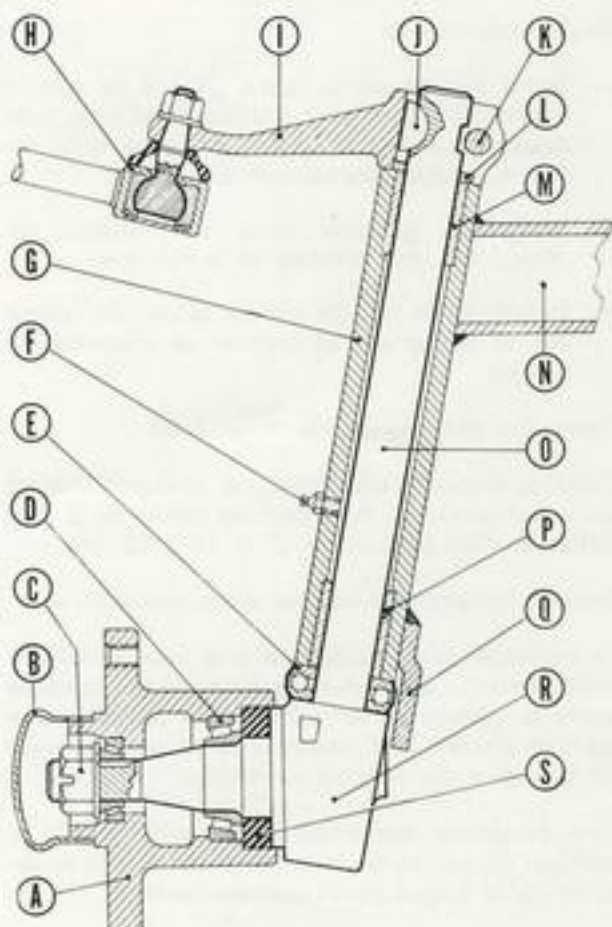

Fig. 9
b) Moyeu (fig. 9).
c) Fusées et pivots (voir fig. 9).